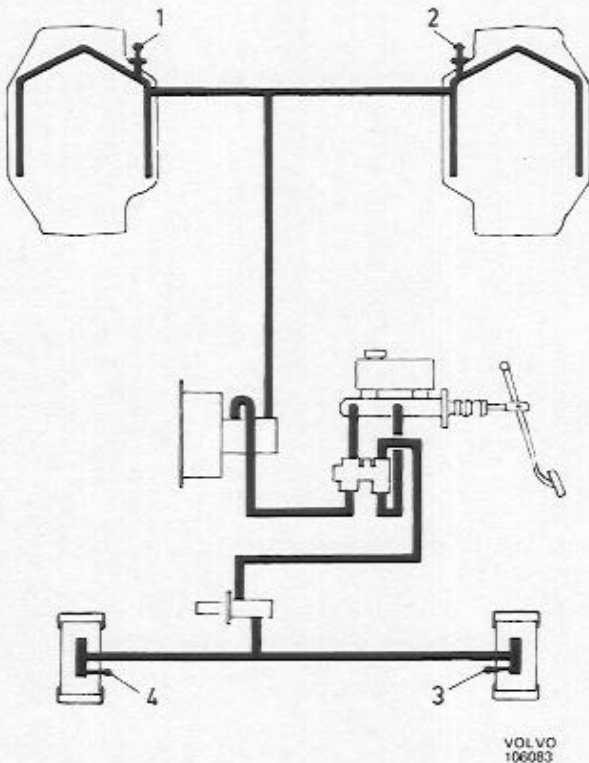
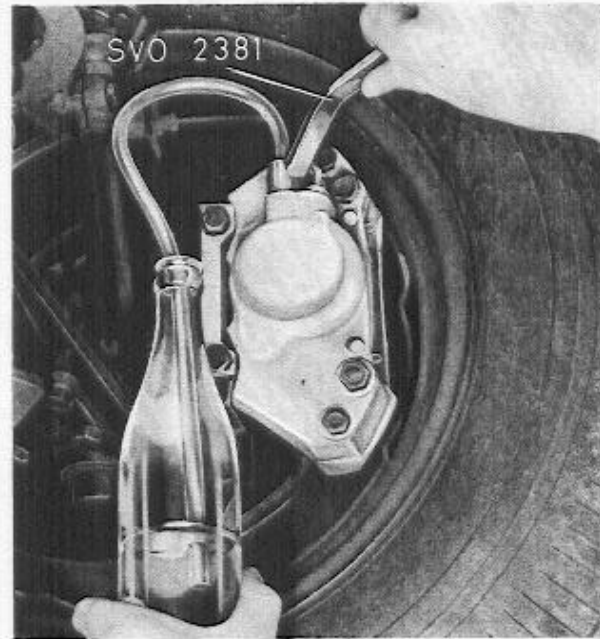

Abb. 69 Entlüftungsfolge, Zweikreis-Bremsanlage, B 18
Abb. 71 Entlüftung mit Aggregat
4. Die Entlüftung ist in der Reihenfolge entsprechend Abb. 69 bzw. 70 durchzuführen. Bei Entlüftung die Schutzkappe abnehmen und den Entlüftungsschlüssel anschließen, siehe Abb. 71. Für die Hinterradbremse der Zweikreis-Bremsanlage, B 18 999 1431 und für die Zweikreis-Bremsanlage, B 20 999 2740 benutzen. Das offene Schlauchende in einen Behälter hängen lassen. Entlüftungsnippel höchstens um 1/2 Gewinde öffnen. Diesen erst wieder schließen, wenn blasenfreie Bremsflüssigkeit austritt. Darauf achten, daß zwischen Nippel und Werkzeug kein Leck entsteht, das zu falschen Ergebnissen führen kann. Abschließend Schutzkappen auf die Nippel drücken.
4. Die Entlüftung geschieht in der auf Abb. 69 und 70 gezeigten Reihenfolge. Die Methode ist nach-